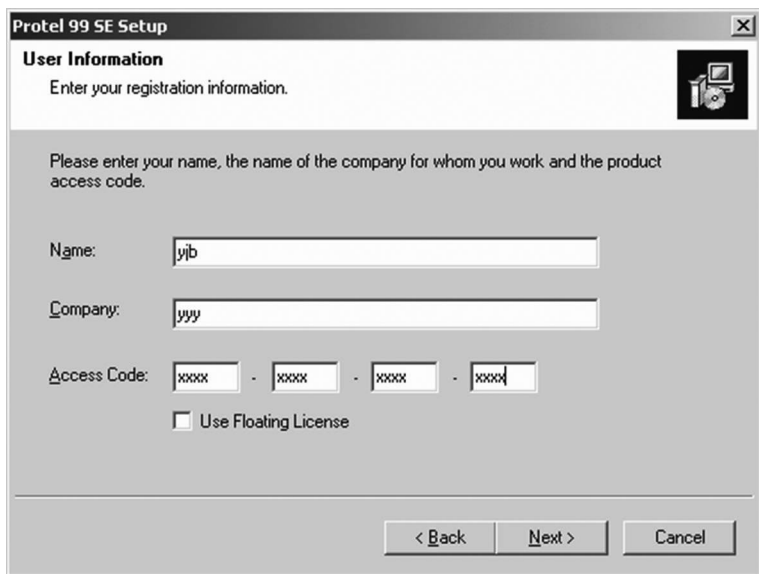

图 1-2 用户注册对话框
(3) 单击 Next 按钮，屏幕弹出用户注册对话框，提示输入序列号及用户信息，正确输入供应商提供的序列号后，如图 1-2 所示，单击 Next 按钮进入下一步。